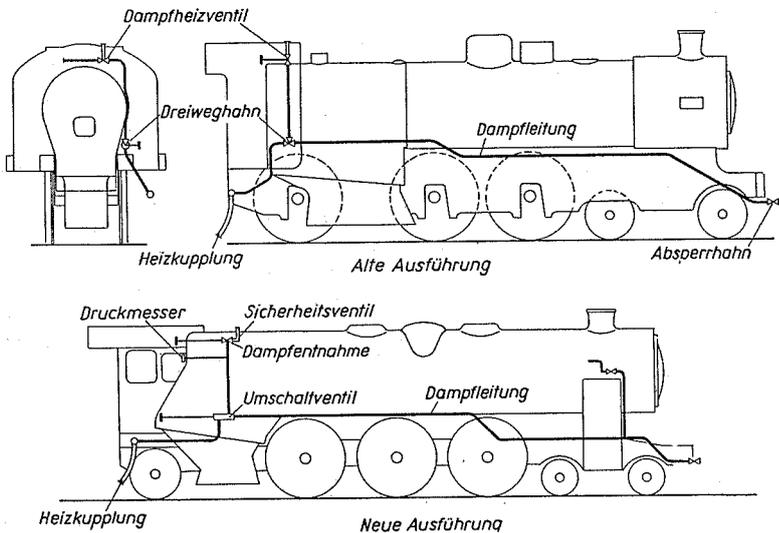

Bild 63 Anordnung der Heizeinrichtung
In der BO § 39 (4) ist für die Reisezugwagen eine *Einrichtung zur Heizung* vorgeschrieben. Früher verwendete man dazu für jeden Wagen einen eigenen mit Kohle beheizten Ofen. Heute sind fast alle Reisezugwagen mit Dampfheizung ausgestattet, zu deren Betrieb der Dampf vom Kessel der Lokomotive geliefert wird. Der Dampfanschluß zu den angehängten Wagen muß sowohl vom Tender wie auch vom vorderen Ende der Lokomotive aus hergestellt werden können, da heute Schlepptenderlokomotiven auch in Rückwärtsfahrt zur Zugförderung eingesetzt werden und beim Vorheizen von Zügen gelegentlich rückwärts am Zuge stehen. Zur Heizeinrichtung gehören folgende Teile: Das *Dampfheizventil*, der *Dampfdruckmesser*, die *Umschaltvorrichtung* und die *Absperrhähne* der Heizleitungen. Die Anordnung der einzelnen Teile an der Lokomotive zeigt Bild 63.